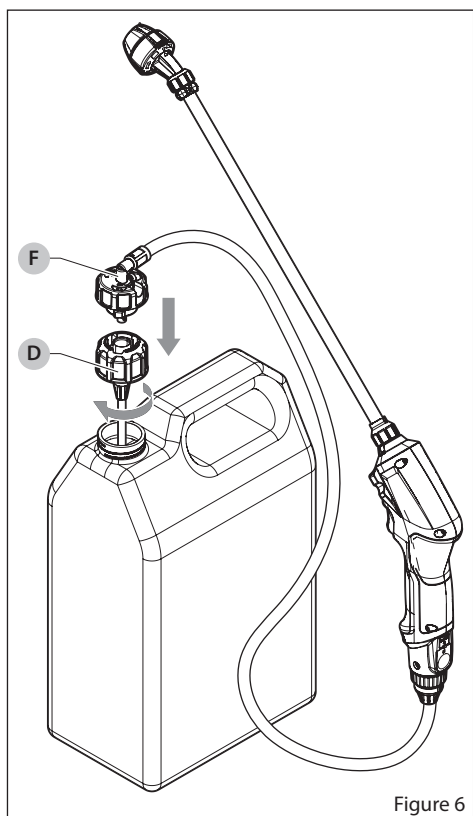

Figure 6
L'outil de lance électrique peut également être utilisé avec n'importe quelle bouteille ayant une ouverture de 38 mm en utilisant le chapeau RTU (prêt à l'usage) (D) inclus. Voir Figure 6.